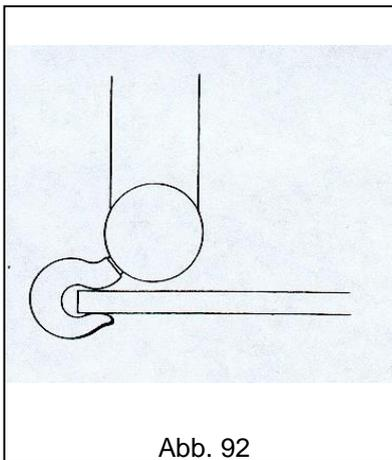

Abb. 92
- **NIEMALS** die Hakenspitze belasten (Abb. 92).